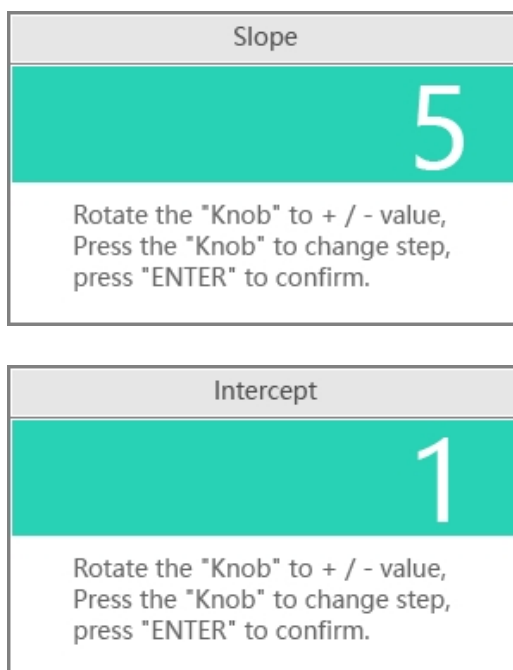

Fig. 6-11 Pente et ordonnée à l'origine
- 2 En fonction de l'invite (Figure 6-11), entrez les valeurs de la pente K et de l'ordonnée à l'origine B de l'équation $C=K*A+B$, et appuyez sur "ENTER" pour terminer.